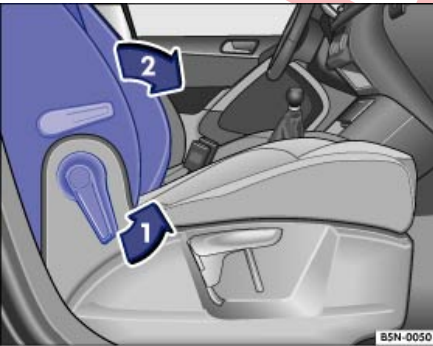

Fig. 93 Abatir el respaldo del asiento del acompañante hacia delante.
- Desbloquee el respaldo del asiento del acompañante ⇒ fig. 93 (flecha 1).
- Abata el respaldo del asiento del acompañante hacia delante hasta que quede en posición horizontal ⇒ fig. 93 (flecha 2).
- Para levantar el respaldo del asiento del acompañante, desbloquéelo de nuevo ⇒ fig. 93 (flecha 1).